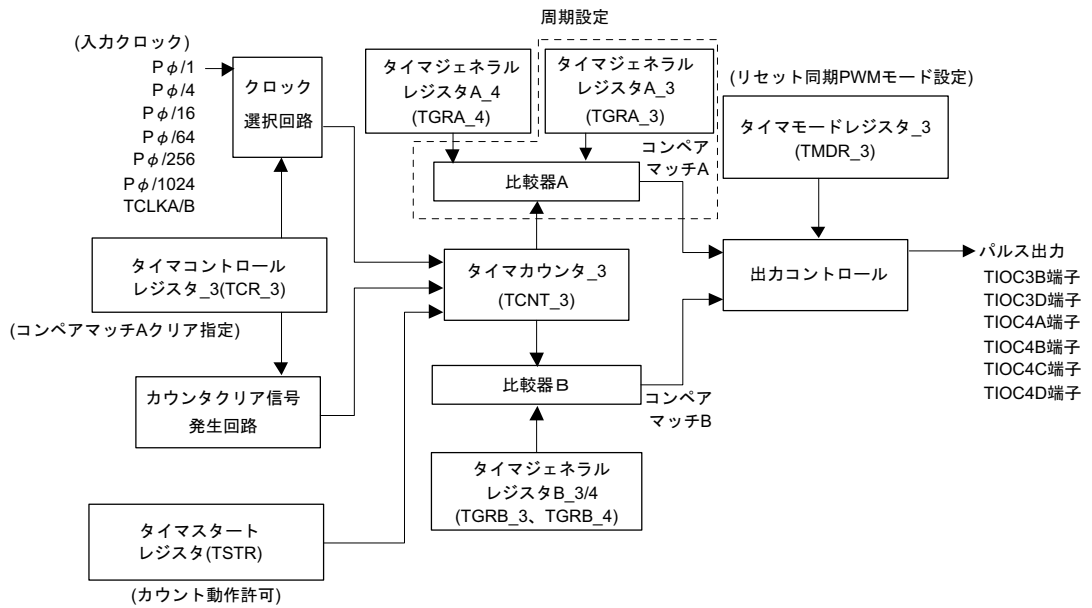

図 2.13 MTU/ch3、4 ブロック図
- (1) 本タスク例ではMTUのch3、ch4を組み合わせて使用し、一方の変化点が共通で正相、逆相の関係にあるPWM波形を3相出力します。
- (a) 図2.13に本タスク例で使用するMTUのブロック図を示します。